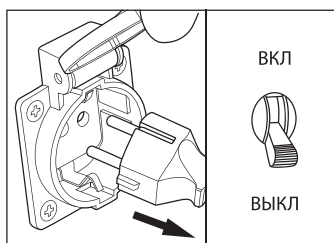

рис. 13
1. Прерыватель цепи переведите в положение «Выкл» (рис. 13).
2. Отключите потребители электроэнергии от розеток, расположенных на панели генератора (рис. 13).